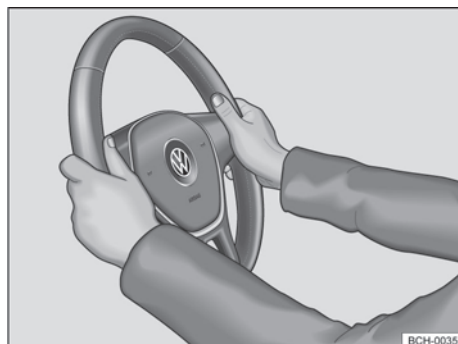

Fig. 60 No volante: posição 9 e 3 horas.
- Ajustar a posição do volante de forma que possa segurá-lo lateralmente pela borda externa nas posições de 9h e 3h → Fig. 60 com ambas as mãos e os braços ligeiramente dobrados.
- Empurrar a alavanca ① sempre pelo manípulo com firmeza para cima após o ajuste, para travar a posição do volante.
- Durante a condução, sempre segurar o volante com ambas as mãos lateralmente na borda externa *nas posições de 9h e 3h* → Fig. 60, para reduzir ferimentos causados por um acionamento do airbag frontal do condutor.